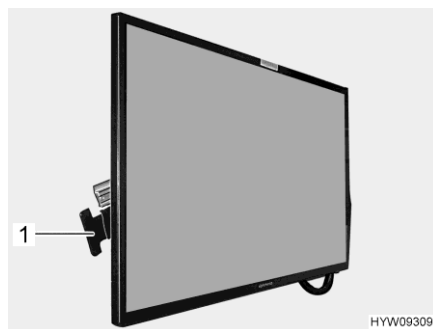

Bild 60 Platt bildskärm
- Tryck handtaget (Bild 60,1) i riktning mot den platta bildskärmen och håll det nedtryckt. Den platta bildskärmen är upplåst.